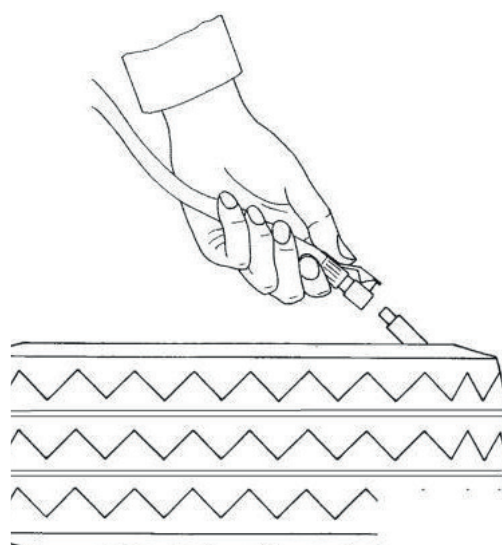

Fig.17
- Brancher le manomètre à la valve du pneu (Fig.17).
- Positionner les talons par de brefs jets d'air en actionnant la pédale de gonflage (Z) et en vérifiant à chaque fois la pression au manomètre du gonfleur.